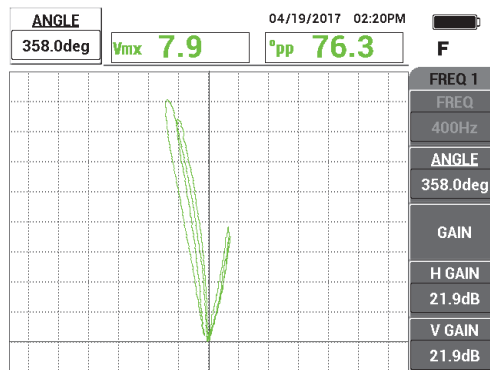

図 5-213 ゲインと位相の調整
7. 必要に応じて**位相**を調整します（282 ページの図 5-213 参照）。